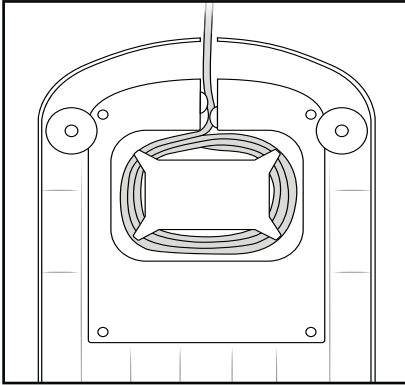

Fig. 6
- Para guardar el producto, enrolle el cable de red en el enrollacables **19** (fig. 6).